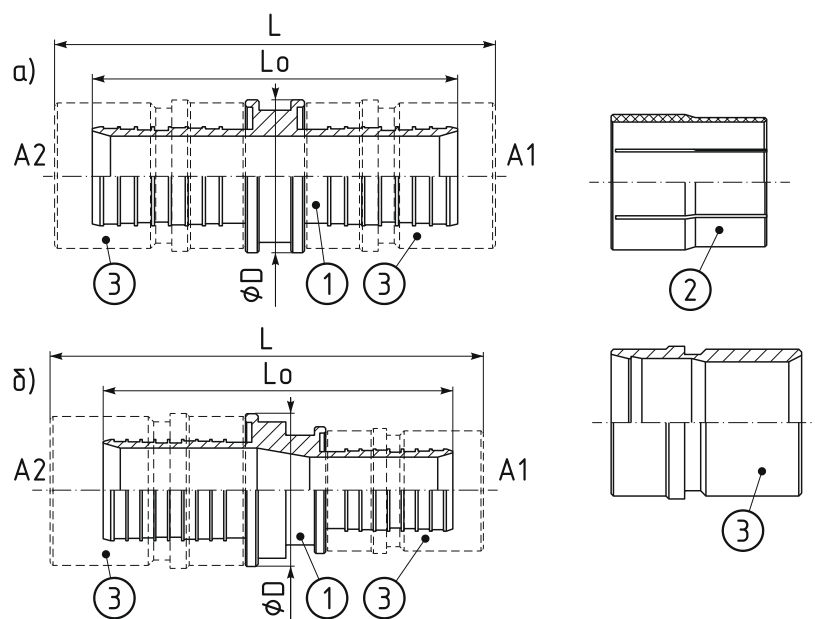

Рис. 2.3.3. Пресс-муфта с ПВ
- пресс-муфта с ПВ (см. рис. 2.3.3).